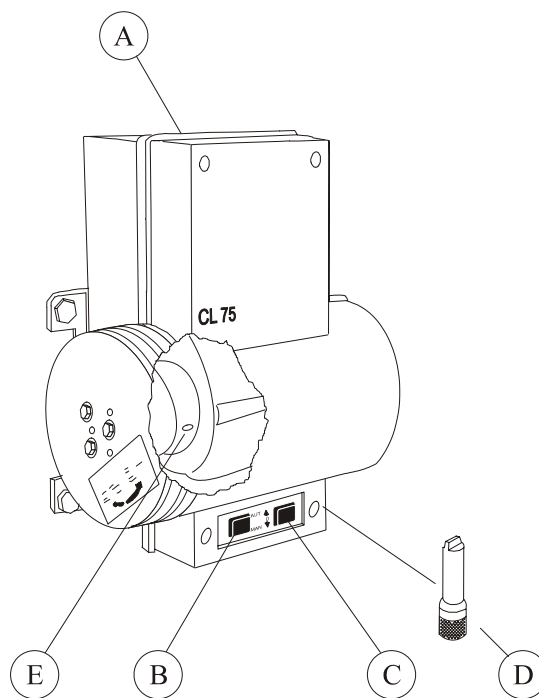

Abb. 1
CL 75A senkrecht an die wand montieren. In wärmeren Ländern sollte man vermeiden, daß die Sonne direkt auf CL 75A scheint. Für die Montage 3 oder 4 Stck. 10 mm durchgehende Bolzen verwenden. Für eine evtl. Notöffnung sollte bei (A) auf Abb. 1 genügender Raum für eine Notöffnungskurbel oder eine Akku Bohrmaschine frei gelassen werden. Die Seilführung kann in jeder beliebigen Richtung erfolgen, auch durch die Mauer. Die Seile sind auf die Seilspur zu wickeln, damit eine korrekte Zug- oder Nachlaßlänge erzielt wird.